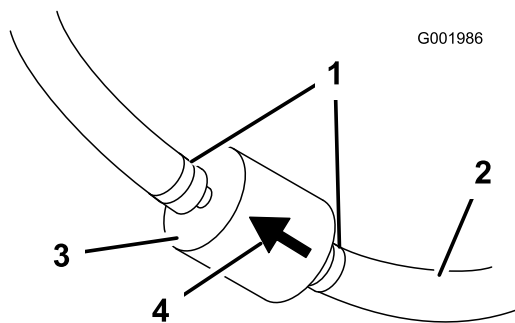

Figure 55
5. Pincez les extrémités des colliers et faites-les glisser pour les éloigner du filtre (Figure 55).